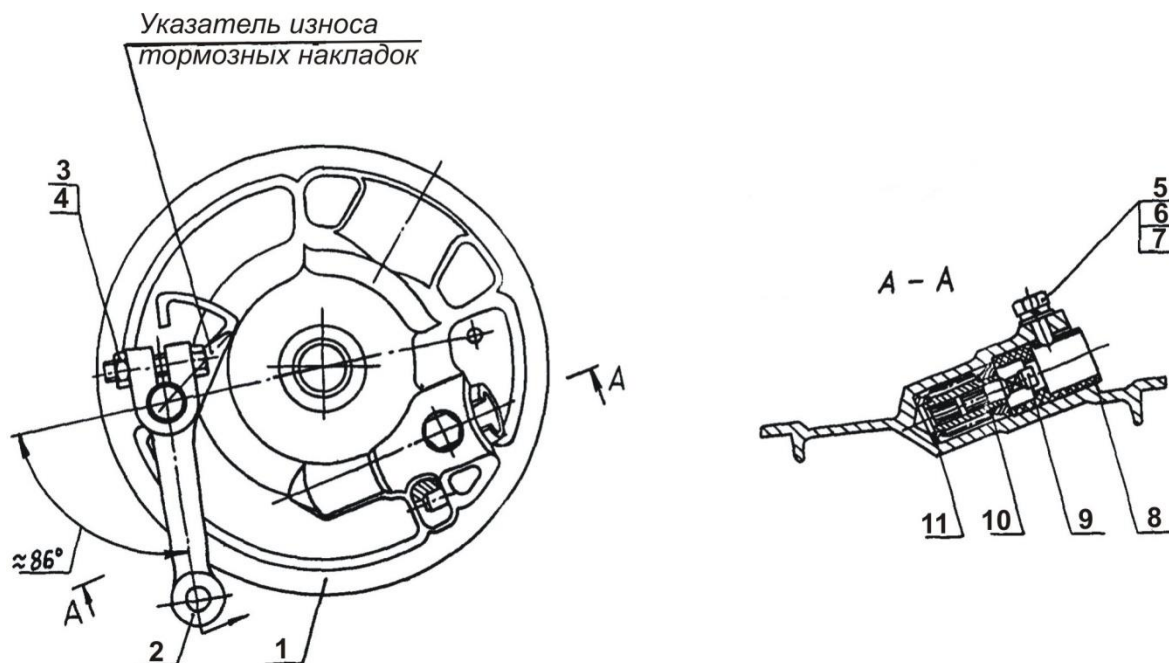

Рис. 12. Основания тормозных колодок
- гибкий вал привода спидометра отсоедин**ить** от основания тормозных колодок, ослабив болт 5 (рис. 12);
- подсоедин**ить** трос переднего тормоза и отрегулир**овать** тормоз, установи**ть** на место гибкий вал привода спидометра и затян**уть** болт 5 (рис. 12).
Для определения степени износа тормозных накладок пользуйтесь указателями износа (рис.12), установленными на кулачках тормозных колодок в виде стрелки и рабочей зоны тормозных накладок на поверхности основания тормозных колодок 1.